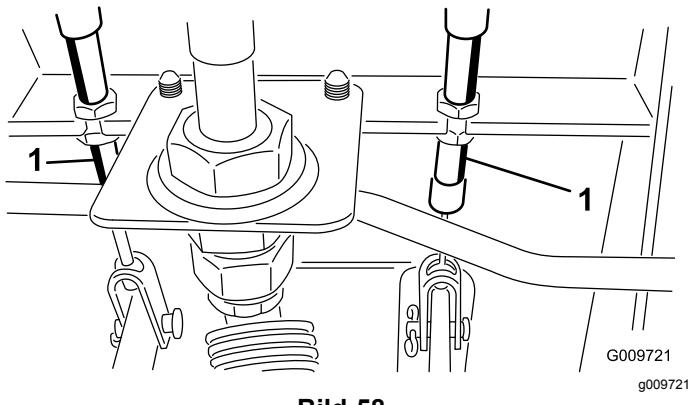

Bild 58
- A. Lockern Sie die vordere Mutter an der Gewindeseite des Bremszuges (Bild 58).